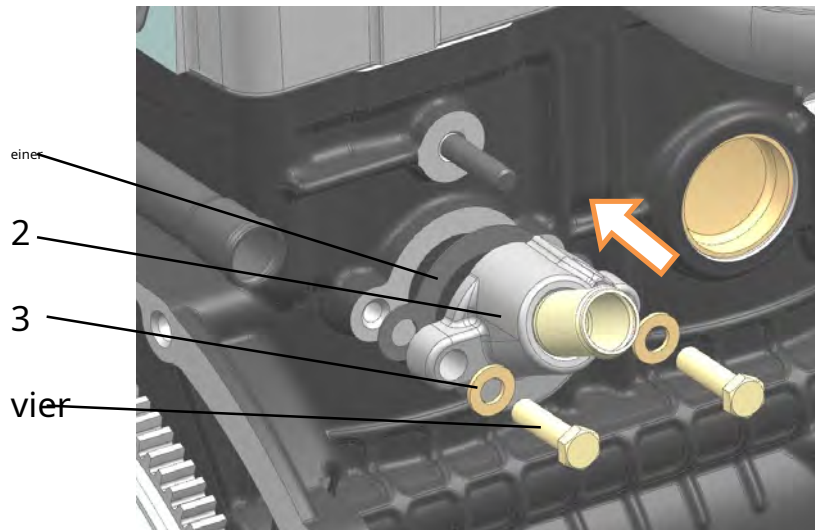

Abb. 189. Installation des Heizungsrohres:
29. Heizungsrohr 2 (Abb. 189) mit Dichtung 1 . einbauen und fixieren